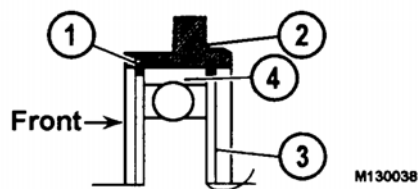
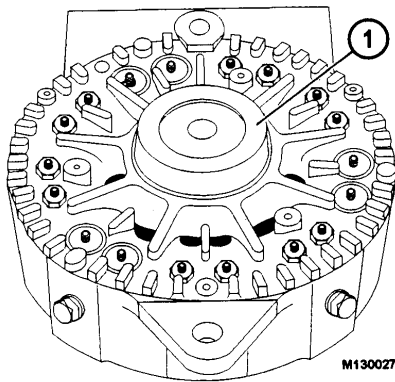

FIGURA 13-23
FIGURA 13-24
1. Saque el anillo retén (1, Figura 13-23) del lado exterior delantero de la caja delantera.
2. Saque el anillo retén (3, Figura 13-23) del lado interior trasero de la caja delantera.
3. Apoye la caja delantera sobre bloques y con una prensa, saque el descanso delantero (4, Figura 13-23) de la caja delantera. Use Herramienta BF4818 (Figura 13-24).
Nota: Este anillo retén tiene dos lados planos (3, Figura 13-23).
3. Recubra la carrera exterior del descanso delantero (4, Figura 13-23) con una delgada capa de Loctite.
- Usando la herramienta BF4818 y una prensa, empuje el descanso delantero en la caja delantera hasta que el descanso se asiente contra el anillo retén (Figura 13-24). El anillo exterior se instalará después de colocar la caja en el eje.
- Instale el anillo retén cónico, con el lado cónico hacia el lado delantero externo, frente a la estría externa de la caja delantera (1, Figura 13-23).